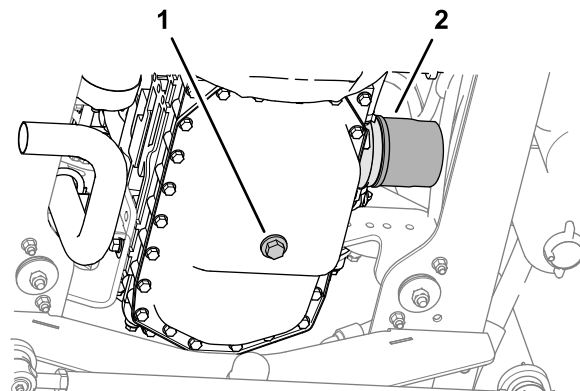

Figura 55
1. Togliete il tappo di spurgo e lasciate defluire l'olio in una bacinella (Figura 55).